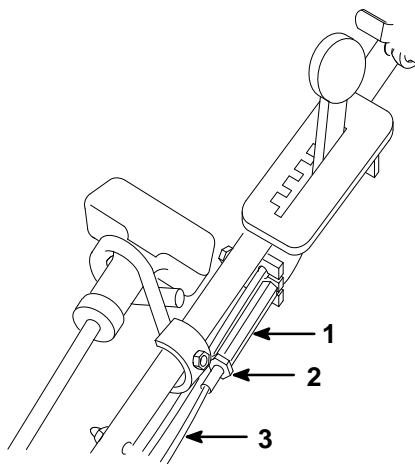

Abbildung 30
3. **EINSTELLUNG DES KABELS** (Abb. 30) – Die Gegenmutter am Bremskabel lösen. Einen 4,8-6,4 mm (3/16"-1/4") dicken Gegenstand zwischen Bremshebel und Griffstange stecken. Die Kabeleinstellvorrichtung am Bremskabel drehen, bis der Durchhang aus dem Kabel beseitigt ist. Dann die Mutter anziehen.